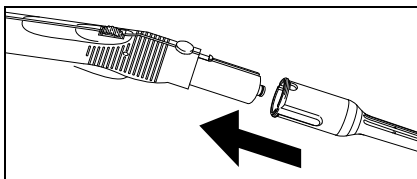

Fig. 6
- ➔ Conecte los accesorios necesarios (D1,E1, F1) a la pistola aplicadora de vapor (C1). Para ello, coloque el extremo abierto del accesorio en la pistola aplicadora de vapor (C1) e introdúzcalo en la pistola hasta que encaje la tecla de desbloqueo (C2) de la misma (véase la fig. 6).